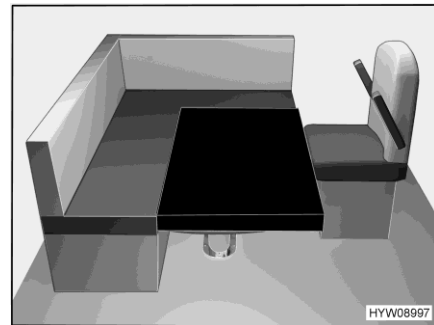

Fig. 71 Después de la transformación
- Colocar el cojín adicional sobre la mesa del modo mostrado en Fig. 71. La esquina redondeada mostrará hacia el lado delantero derecho.